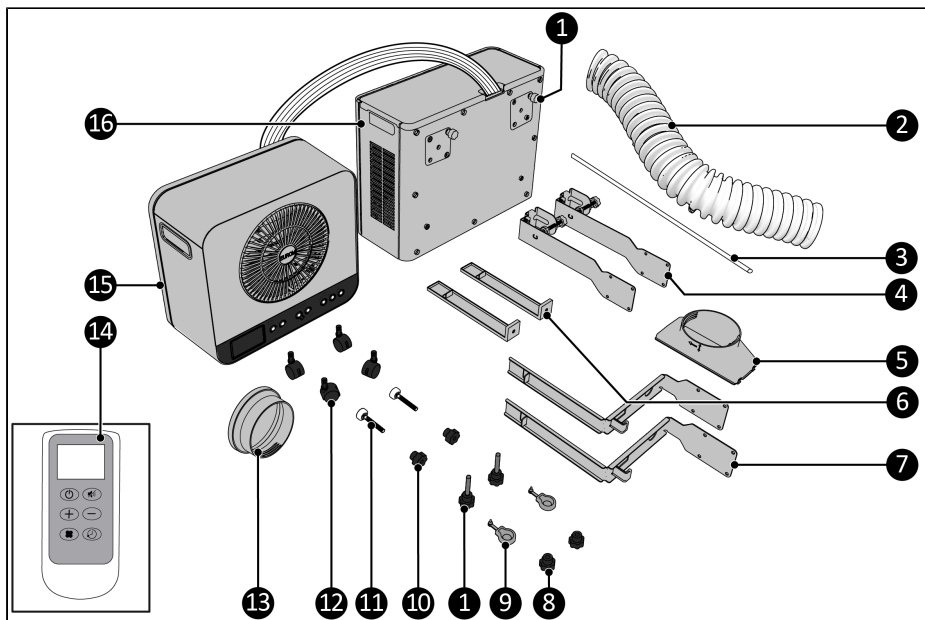
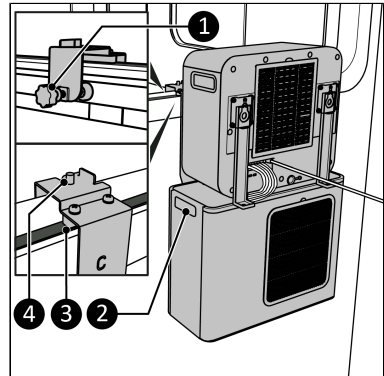
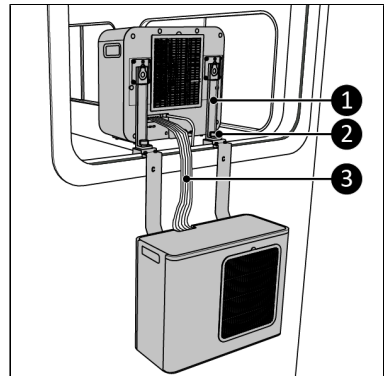

Figure 66.
Figure 73.
Figure 74.
8. Placez l'unité complète dans la fenêtre en utilisant les poignées latérales de l'unité extérieure (Figure 73, pos. 2). Assurez-vous que les blocs gris se trouvent dans le joint de la fenêtre.
9. Serrez les boulons (Figure 73, pos. 1) à la main sur la caravane.
10. Veillez à avoir les capuchons des vis (Figure 66, pos. 8) à portée de main pour les filets du support (Figure 73, pos. 4).
11. Soulevez l'unité intérieure par la fenêtre et placez les crochets (Figure 74, pos. 1) sur les extrémités filetées (Figure 74, pos. 2).
12. Serrez les capuchons de vis (Figure 66, pos. 8) sur les filets (Figure 74, pos. 2).
14. Le tuyau de réfrigérant (Figure 74, pos. 3) est guidé entre l'unité intérieure et l'unité extérieure. Évitez que le tuyau